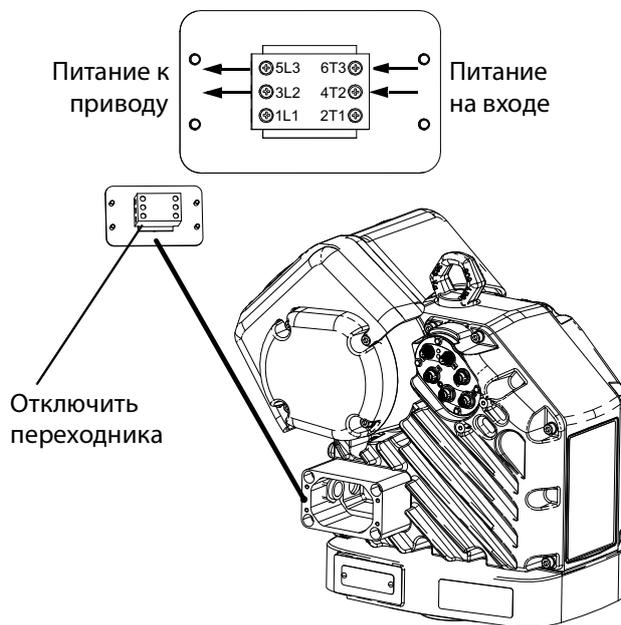

Рис. 5: Клеммные соединения
ПРИМЕЧАНИЕ. В распределительной коробке провода питания привода подключены к клеммам 3L2 и 5L3 на размыкающей колодке. См. **Рис. 5** для информации о расположении клемм.
4. Руководствуясь **Рис. 5**, подключите провода шнура питания к клеммам 4T2 и 6T3. Провода можно подключать к ЭТИМ КЛЕММАМ В ЛЮБОМ ПОРЯДКЕ.